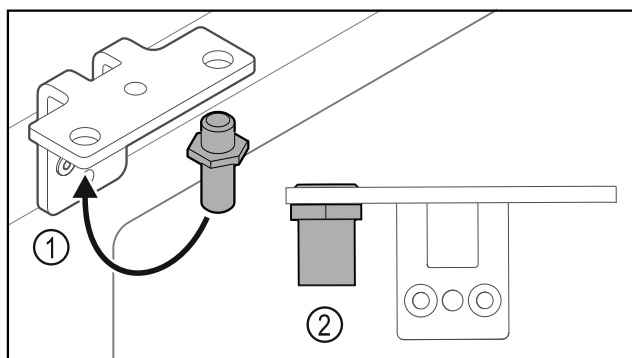

Fig. 34
- ▶ Prestavite sornik v kotniku tečajev vrat Fig. 34 (1).
- ▶ Sornike Fig. 34 (2) zategnite z **zateznim momentom 12 Nm**.